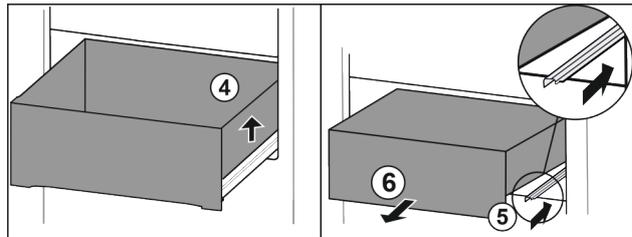

Fig. 42
- ▶ Soulever le tiroir sur la droite. Fig. 42 (4)
- ▶ Rentrer le rail de droite. Fig. 42 (5)
- ▶ Retirer le tiroir par l'avant. Fig. 42 (6)